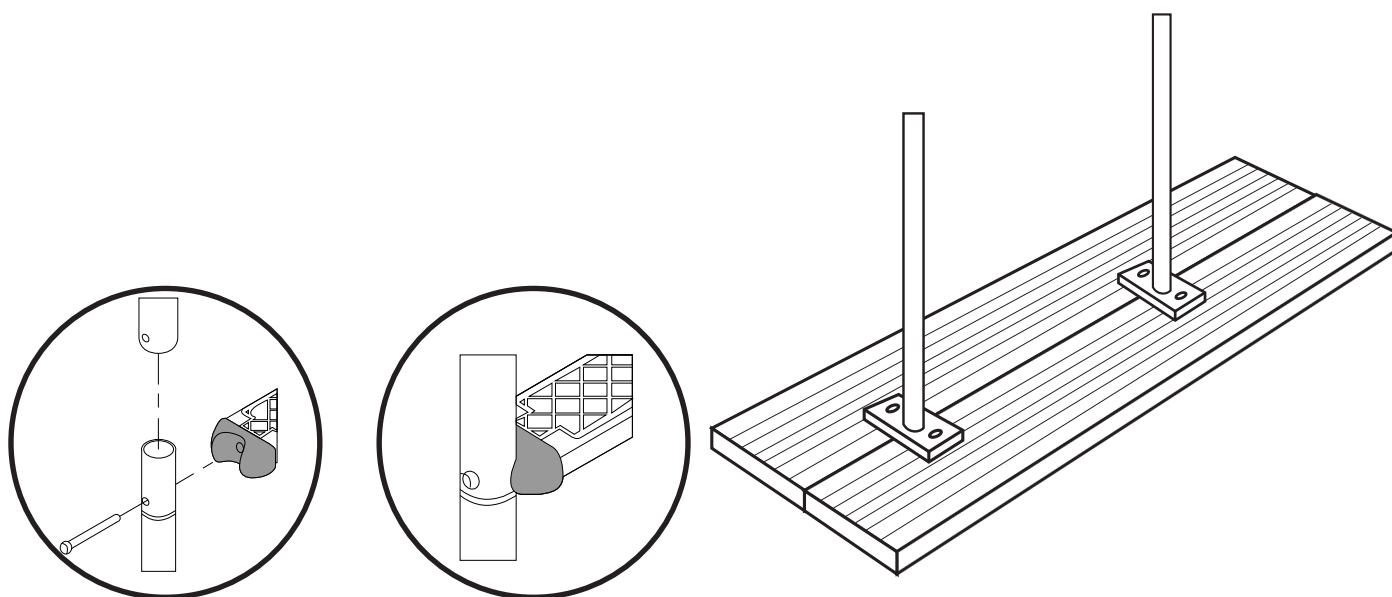
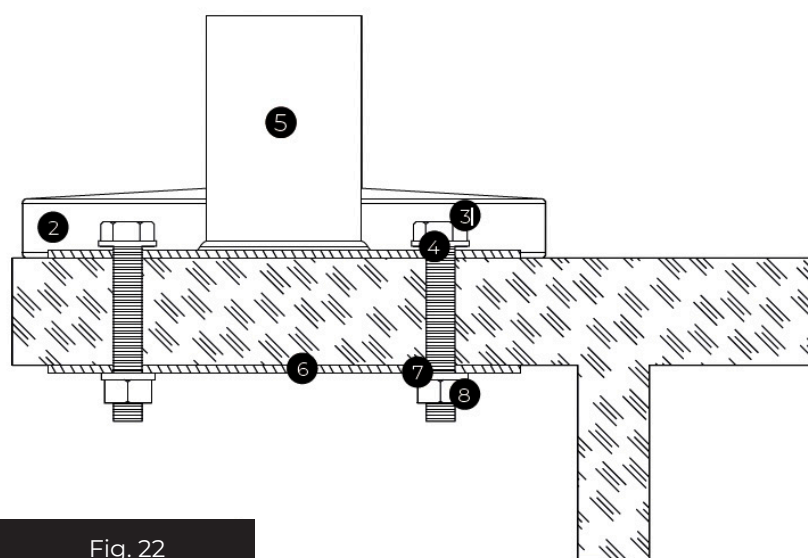

Fig. 21
Fig. 22
- A.-** Una assemble os corrimãos superior (1) e inferior (10) por encaixe, fixando-os juntos com os degraus (9), e estes ao corrimão com os parafusos (11), porcas (8) e arruelas (7) correspondentes. (Fig.21) **B.-** Instale os batentes (12) no corrimão para evitar danos à piscina. **C.-** Depois de montar a escada, posicione-a na piscina e faça quatro furos Ø9mm usando a chapa como guia. **D.-** Fixe a contra-chapa (6) com os parafusos (3), arruelas (4,7) e porcas (8), utilizando a chave 12-13. (Fig.22) **E.-** Coloque as tampas de acabamento (2).